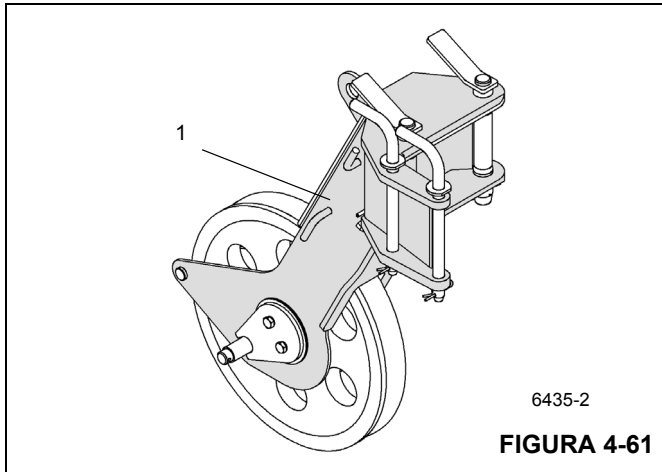

FIGURA 4-61
El número de serie (1) está en una placa, en la parte delantera de la punta de la pluma de polea única auxiliar (Figura 4-61).